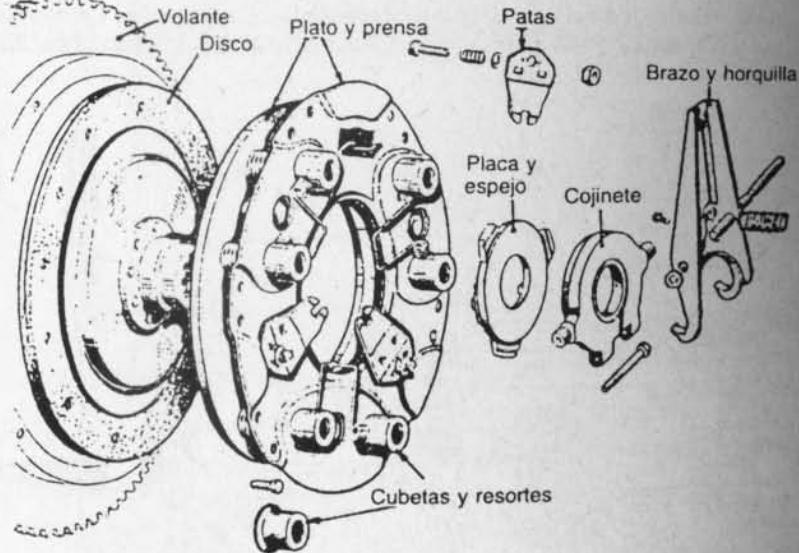

Fig. 5-2.- Disco y prensa de embrague
2. Embrague simple.— Se compone de un disco cubierto de balatas que se monta al volante, centrado por su eje y cargado por la prensa, con seis resortes de expansión (Fig. 5-2). La prensa es accionada por un cojinete con disco de grafito, que presiona sobre el espejo y patas, para que levanten la prensa, desembragando el motor del resto del sistema de propulsión. Cuando se suelta el pedal de embrague, la prensa carga sobre el disco, que lo presiona sobre el volante, recibiendo la energía y rotación del motor, que transmite por su eje a la caja de cambios. Al pisar el pedal se retira la prensa, dejando libre el disco del embrague y su respectivo eje, para poner las distintas velocidades de la caja de cambios. Moviendo la tuerca de ajuste del cable de accionamiento de la horquilla del embrague, se regula el juego libre del pedal en 20 a 25 mm.